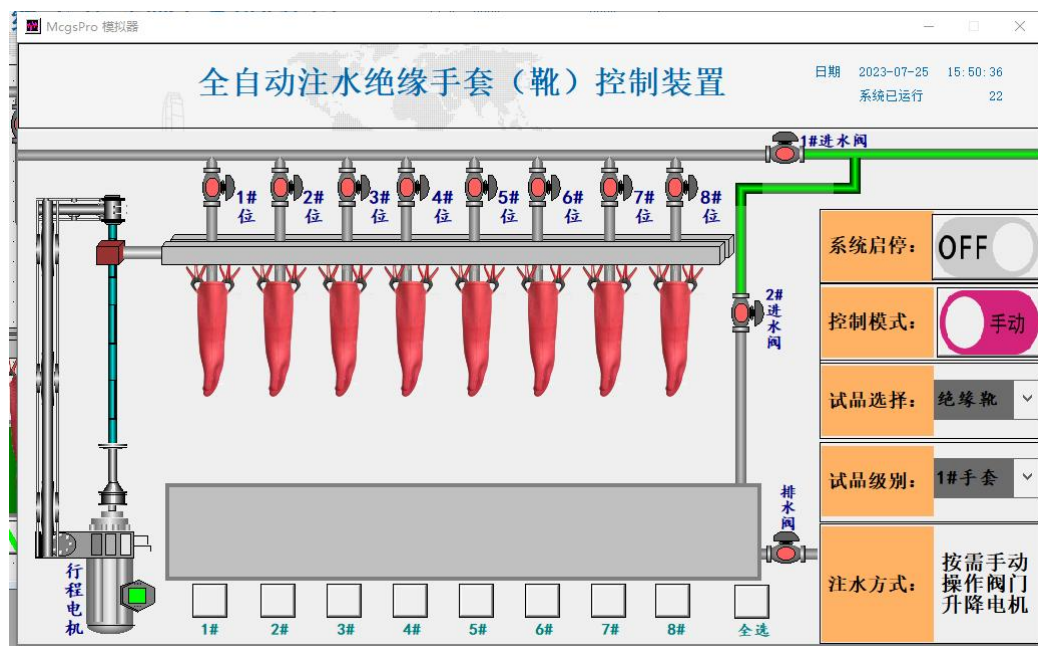

图 1
1. 主机界面有多个参数可设置，如图 1，连接好线路开机准备试验的时候，首先是需要确认主机的变比与所搭配的试验变压器的变比是否一致，如不一致，请在变比设置一项里面进行设置。**特别注意：如果是配套交直流两用的变压器，使用直流的时候变**
设置保存的参数，变比与时间参数均会在主机设置界面图 1 中显示。